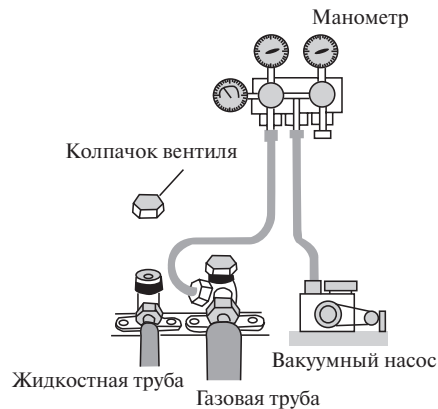

Рис. 8
10. По возможности, удалите воздух и жидкость, оставшиеся в системе хладагента с помощью вакуумного насоса (см. рис. 8).